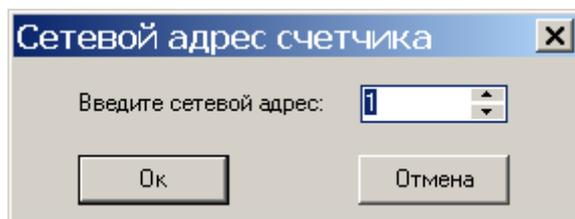

Рисунок 3.7
3.3.2.1 Для добавления счетчика в канал необходимо с помощью пункта *Добавить счетчик* контекстного меню объекта *Канал* или нажатием кнопки  открыть окно *Сетевой адрес счетчика* (рисунок 3.7) и ввести сетевой адрес счетчика. После нажатия кнопки *Ок* в окне *Сетевой адрес счетчика* в дереве объектов появится объект *Счетчик...* с номером, соответствующим сетевому адресу счетчика.